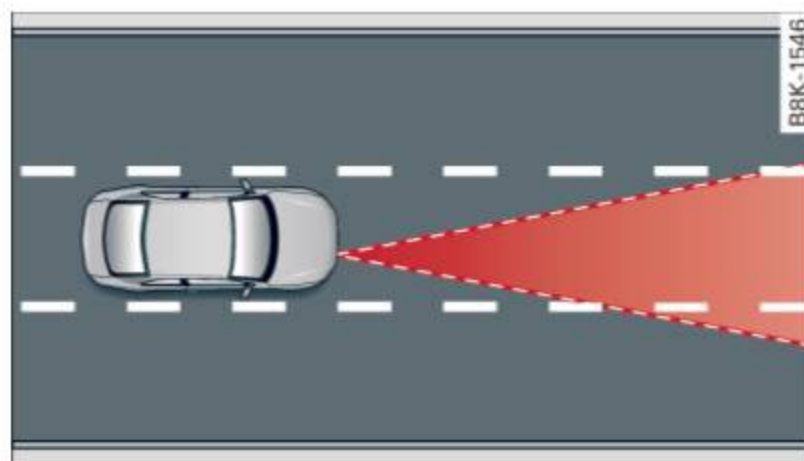

Fig. 106 Champ de détection
- Les obstacles ne sont détectés que lorsqu'ils se trouvent à portée du capteur ⇒ *page 104, fig. 106*.